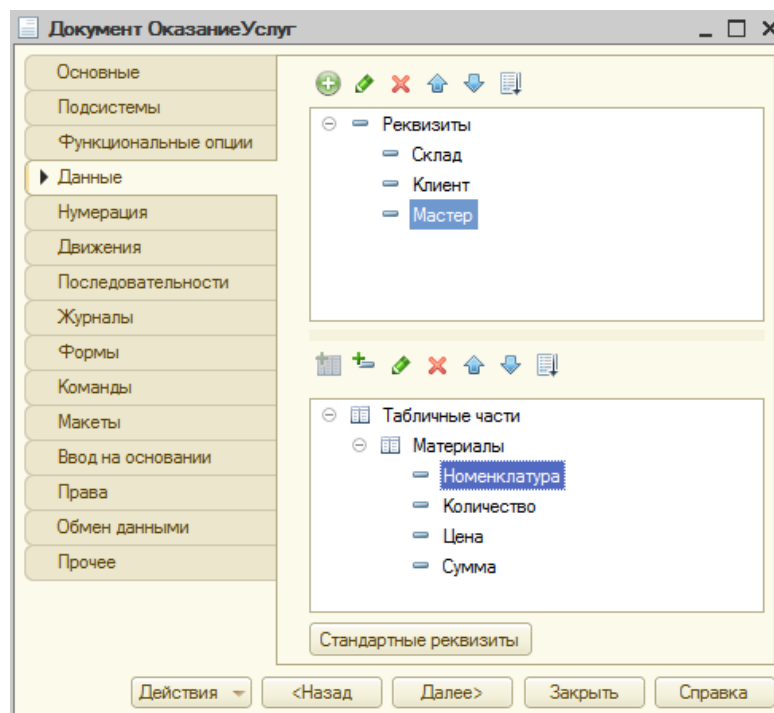

Рисунок 33 Создание документа «Оказание услуг»
- На вкладке **«Данные»** в существующей табличной части **Материалы** измените реквизит табличной части: имя реквизита **Материал** на имя – **Номенклатура**, **тип** – СправочникСсылка.Номенклатура. Реквизиты **Количество**, **Цена**, **Сумма** – остаются (рис. 33).